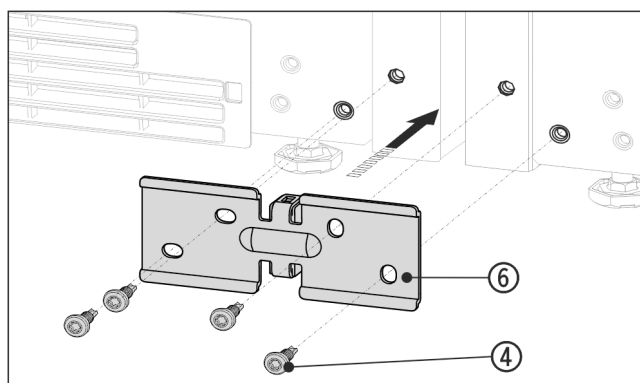

Fig. 15 Zobrazení příkladu
- ▶ Úhelník Fig. 15 (6) zasuňte rozpěrným kusem mezi přístroje a přišroubujte 4 šrouby Fig. 15 (4) bez utahování.